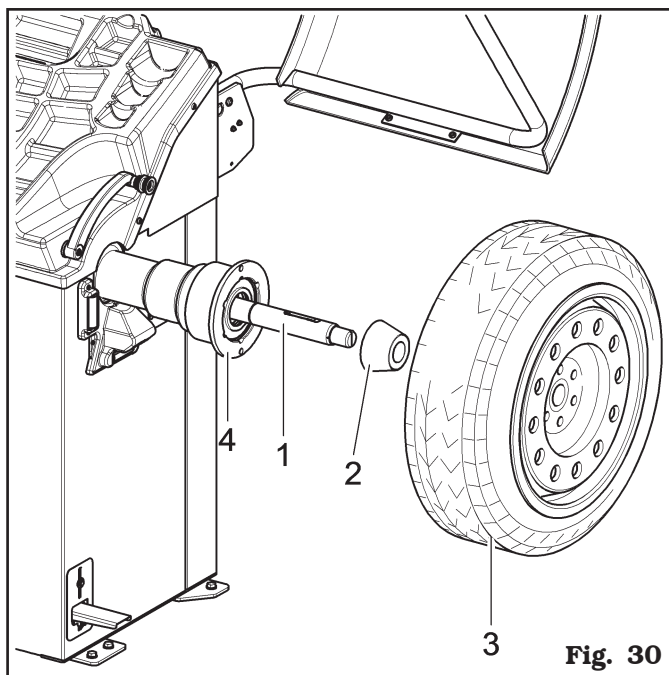

Fig. 30
1. Ta bort alla typer av främmande föremål från hjulet (**Fig. 30 ref. 3**): existerande vikter, stenar och lera och se till att spindeln är ren (**Fig. 30 ref. 1**) och området för centrering av fälgen, innan hjulet fästs på spindeln.
2. Välj noga konen (**Fig. 30 ref. 2**) som passar för hjulet som ska balanseras. Dessa tillbehör ska ha valts efter fälgens form. Placera hjulet (**Fig. 30 ref. 3**), genom att montera konen (**Fig. 30 ref. 2**) på spindeln (**Fig. 30 ref. 1**) noggrant (annars kan det hända att denna kärvar sig) tills den kommer att stå mot stödflänsen (**Fig. 30 ref. 4**).